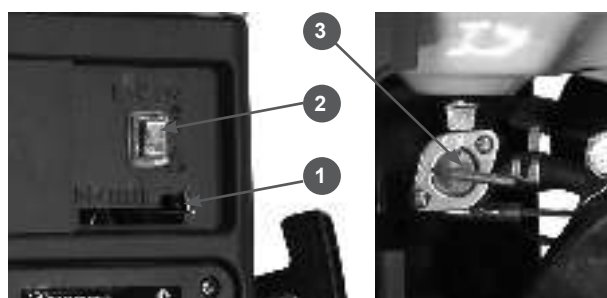

Рис.12
- Закройте воздушную заслонку (переведите рычаг (1) Рис.12 влево до упора).
- Выключатель зажигания (2) установите в положение ON (Включено).
- Откройте топливный кран (3). Для этого переведите рычаг крана в положение ON.